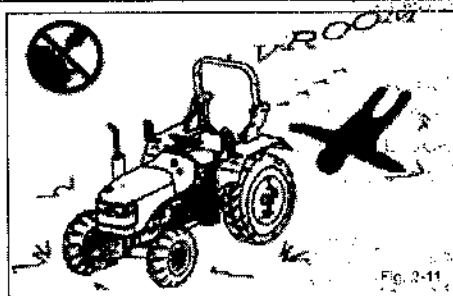

Fig. 2-11
**PERIGO:** Dar a partida no motor somente com a chave de ignição e posicionado no assento do operador. Nunca tentar dar a partida no motor curto-circuitando os terminais do motor de partida. A máquina poderá dar partida com marcha engrenada se o circuito de partida neutral for curto-circuitado. Isto pode causar lesão grave ou morte de pessoas próximas ao trator. (Fig. 2-11)